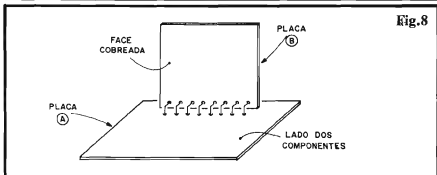

Fig.8
**FIG. 8 - MAIS DETALHES SOBRE A INTER-CONEXÃO DAS PLACAS** - Numa diferente perspectiva (com relação à figura anterior...), vemos as duas placas ("A" e "B") já interligadas, claramente apresentados os "L" de fio rígido e nú (em número de 8, conforme já informado...), estabelecendo o "casamento" eletro/mecânico dos dois módulos Impressos. Lembremos que os fiozinhos rígidos que "interfazeiam" as placas permitem uma certa flexibilidade final na angulação entre os dois Circuitos Impressos, de modo a eventualmente corrigir-se alguma irregularidade mecânica e também facilitando a acomodação final na caixa escolhida, "janela" para a "tela" (display), etc.